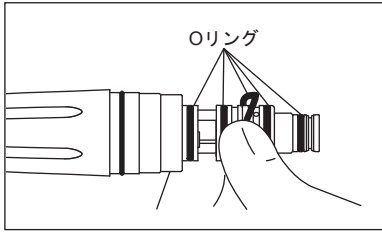

図11
- 2) 交換するOリングを指先でたるみをつけて取り外します。（図11）